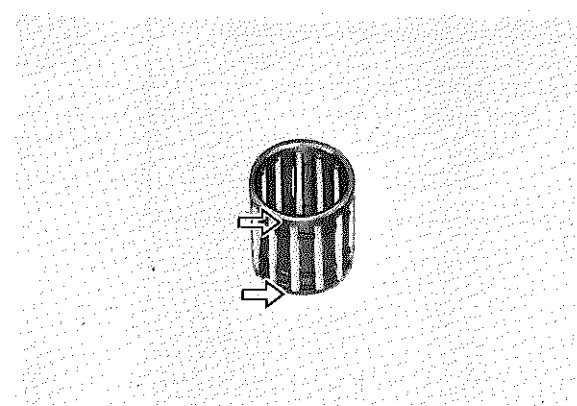

Fig. 3-3-6
3. Check the bearing cage for excessive wear or damage. Check the rollers for signs of flat spots. If found replace pin and bearing. (Fig. 3-3-6)
3. Vérifier si la cage du roulement n'est pas excessivement usée ou endommagée. Vérifier si les aiguilles ne sont pas aplaties par endroits. En cas de défaut évident, remplacer l'axe et le roulement (Fig. 3-3-6).
3. Lagerkäfig auf übermäßige Abnutzung oder Beschädigung prüfen. Rollen auf Anzeichen von Abflachungen untersuchen. Falls diese gefunden werden, Kolbenbolzen und Lager erneuern. (Fig. 3-3-6)